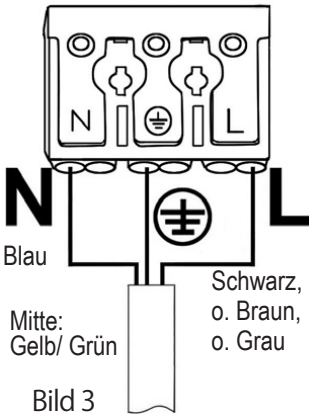

Bild 3
4. Bild 3: Die stromlose Zuleitung lt. gesetzlicher Richtlinie vorbereiten.